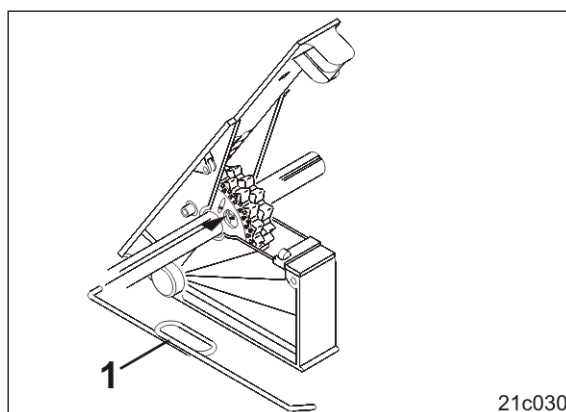

Fig. 140
1. Com a chave fornecida (Fig. 140/1), pressione o pino atrás do furo até ao batente para dentro da roda de sementeira normal.